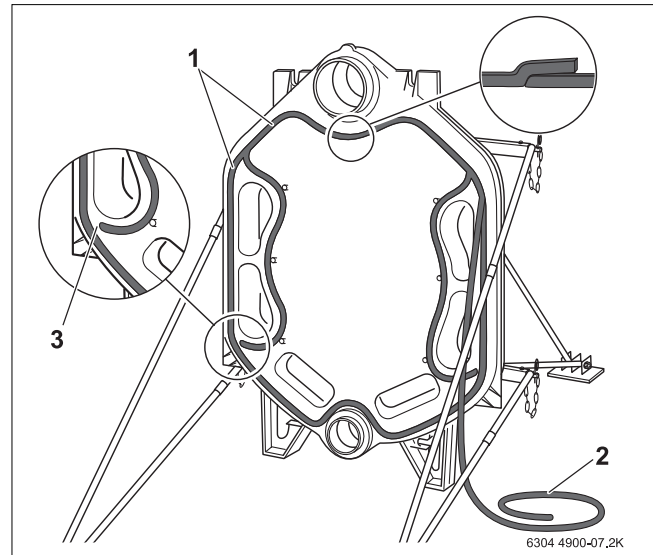

Рис. 12 Укладка уплотнительного шнура (шнур КМ)
- ▶ Концы уплотнительного шнура в местах стыка слева и справа нельзя накладывать внахлест (→ рис. 12, [3]).
На рисунке 17 показана средняя секция с подключением подающей линии. Ниппели для монтажа следующей средней секции установлены в соответствующие ступицы. В паз для уплотнения уже уложен уплотнительный шнур. Как показано для задней секции (→ рис. 12, стр. 12) здесь уплотнительный шнур тоже прерван. Для упрощения монтажа секция котла выравнивается с помощью подкладных клиньев. Эти клинья пригодятся позже для окончательного выравнивания готового котлового блока.